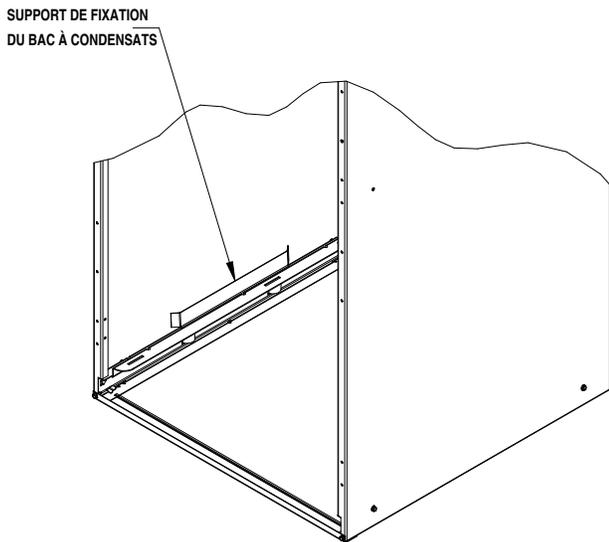

Figure 8 – Support de fixation du bac à condensats
7. Retirez le support du bac de récupération horizontal du rail de support du serpentín du côté gauche de l'appareil et réinstallez-le sur le rail de support du serpentín du côté droit de l'appareil (Figure 8).